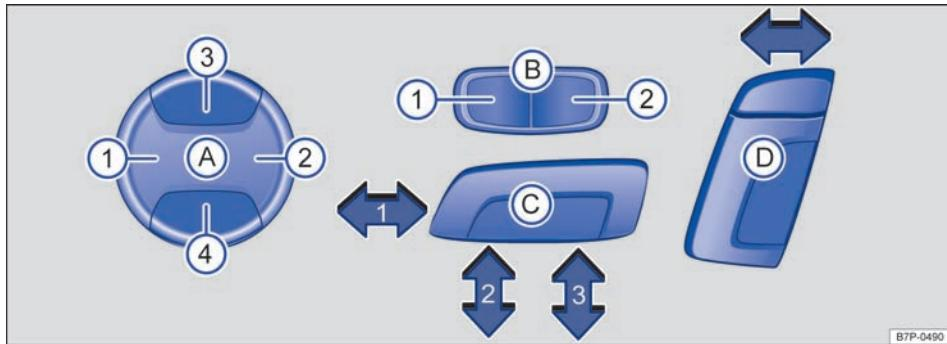

图 50 驾驶员座椅上：腰部支撑调整装置的电动操作元件 ④、侧翼调整装置的电动操作元件 ①、座椅面
⇒ **图 50** 沿箭头方向按压开关或在相应的区域内按压：
**调节副驾驶员座椅：**短促按压此功能按钮后，可以用驾驶员座椅上的操纵元件调节副驾驶员座椅 ⇒ 图 50。腰部支撑的调节例外。